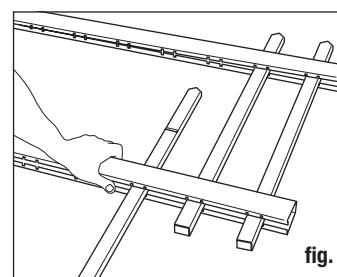

fig. 4
- Continúe este proceso hasta que todas las estacas queden insertadas en los pretils, con las pestañas y las muescas alineadas (fig. 4).
- Mientras sostienes el soporte en su lugar, instala un tornillo en uno de los orificios ranurados. Coloca el tornillo en el extremo de la ranura más cercano a la cara de montaje del soporte (fig. 4).